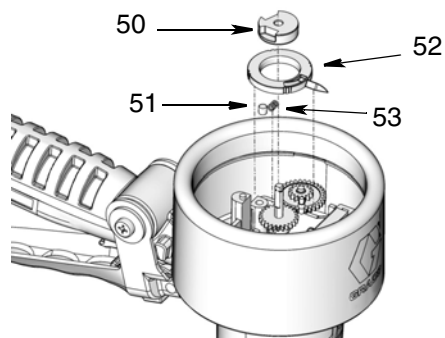

FIG. 23
4. Instale o direcionador inferior (52), a mola (53), o pino (51) e o plugue (50), conforme mostra a FIG. 23. Utilize uma chave sextavada para apertar o parafuso de aperto do plugue.